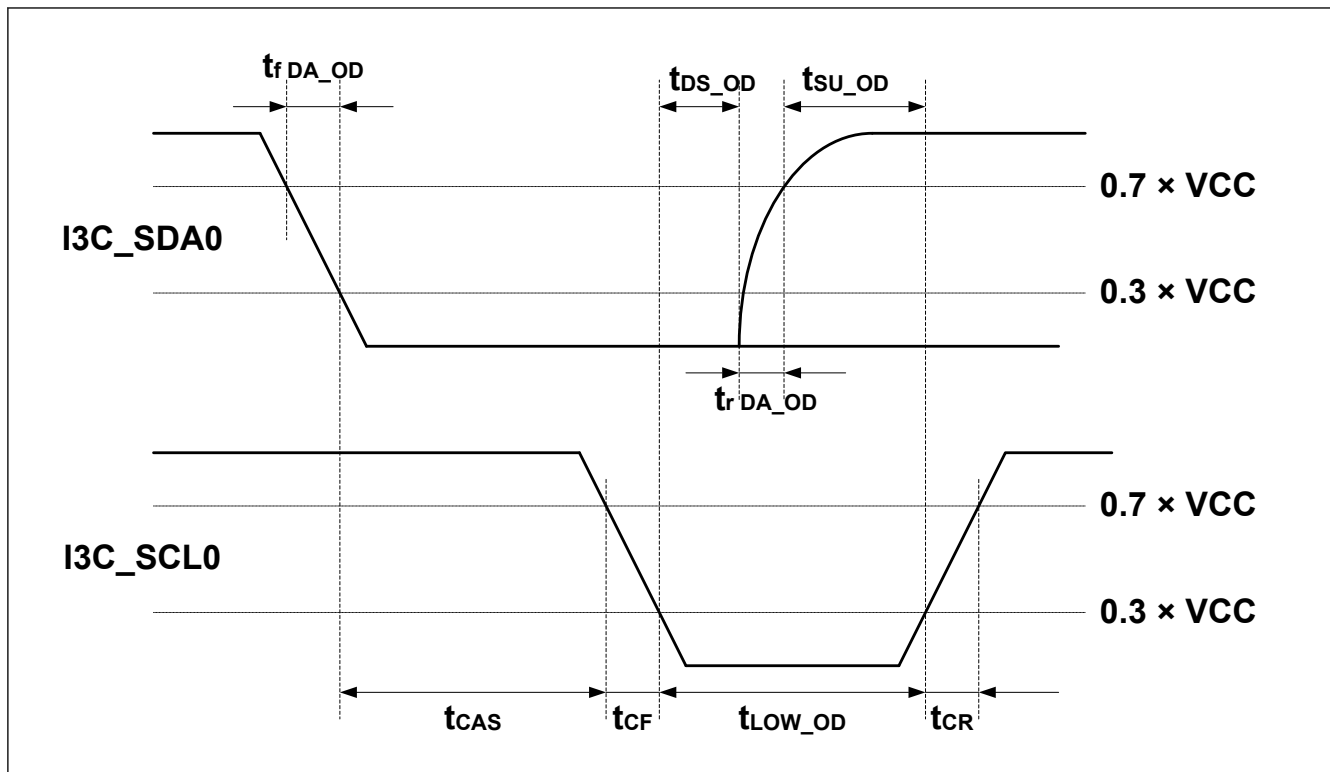

図 2.76 I3C スタートコンディションタイミング
| I3C オープンド レインタイ ミングパラ メータ | SCL クロ ック Low 期間 | $t_{LOW_OD}^{(注1)}$ (注2) | 3.00 V 以上 | 200 | — | ns | 図 2.76 |
| | | $t_{DIG_OD_L}$ | 3.00 V 以上 | $t_{LOW_ODmin} + t_{fDA_ODmin}$ | — | ns | 図 2.76 |
| SDA 信号立 ち下がり時 間 | t_{fDA_OD} | 3.00 V 以上 | t_{CF} | 12 | ns | 図 2.76 | |
| スタート (S) コンディ ション 後クロ ック | $t_{CAS}^{(注5)} (注6)$ | 3.00 V 以上 | 38.4 ナノ | ENAS0: 1 μ | 秒 | 図 2.76 | |